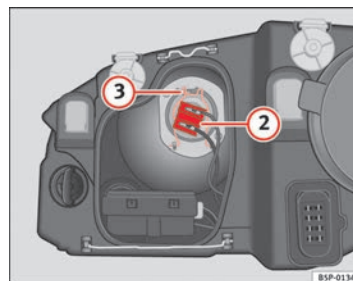

Abb. 186 Abblendlicht
- Ziehen Sie den Stecker ⇒ Seite 284, Abb. 186 ② von der Lampe ab.
- Die Haltefeder ⇒ Seite 284, Abb. 186 ③ durch Eindrücken und Rechtsdrehung abnehmen.